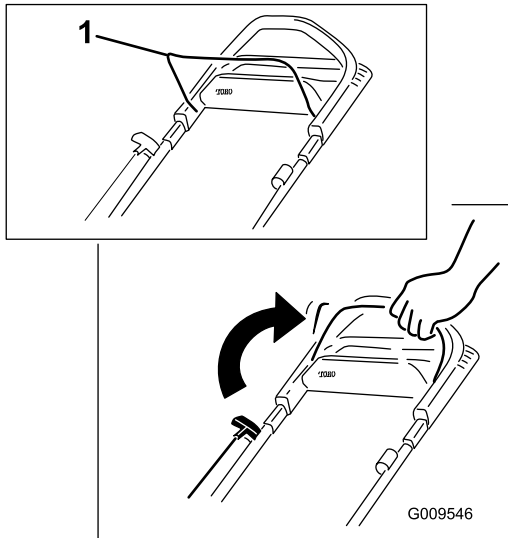

Figure 14
1. Maintenez la barre de commande de la lame contre la poignée (Figure 14).
1. Soulevez le déflecteur arrière (Figure 14).